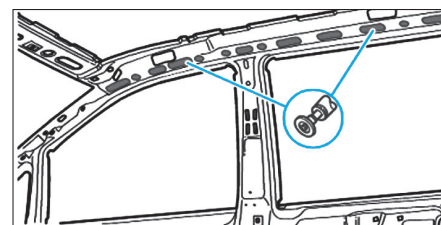

FIG. 42
- Poncer à nu de l'intérieur les flasques soudés par points à l'aide d'une fraise sphérique (Fig.42).